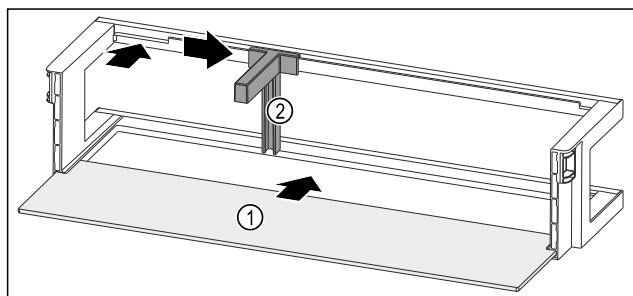

Fig. 99 Dørhylde med hylde
- Skub hylde Fig. 99 (1) ind i udsparingerne i siden.
- Indsæt flaskeholderen Fig. 99 (2) i udsparringen.
- Skub flaskeholderen Fig. 99 (2) til siden til den ønskede position.